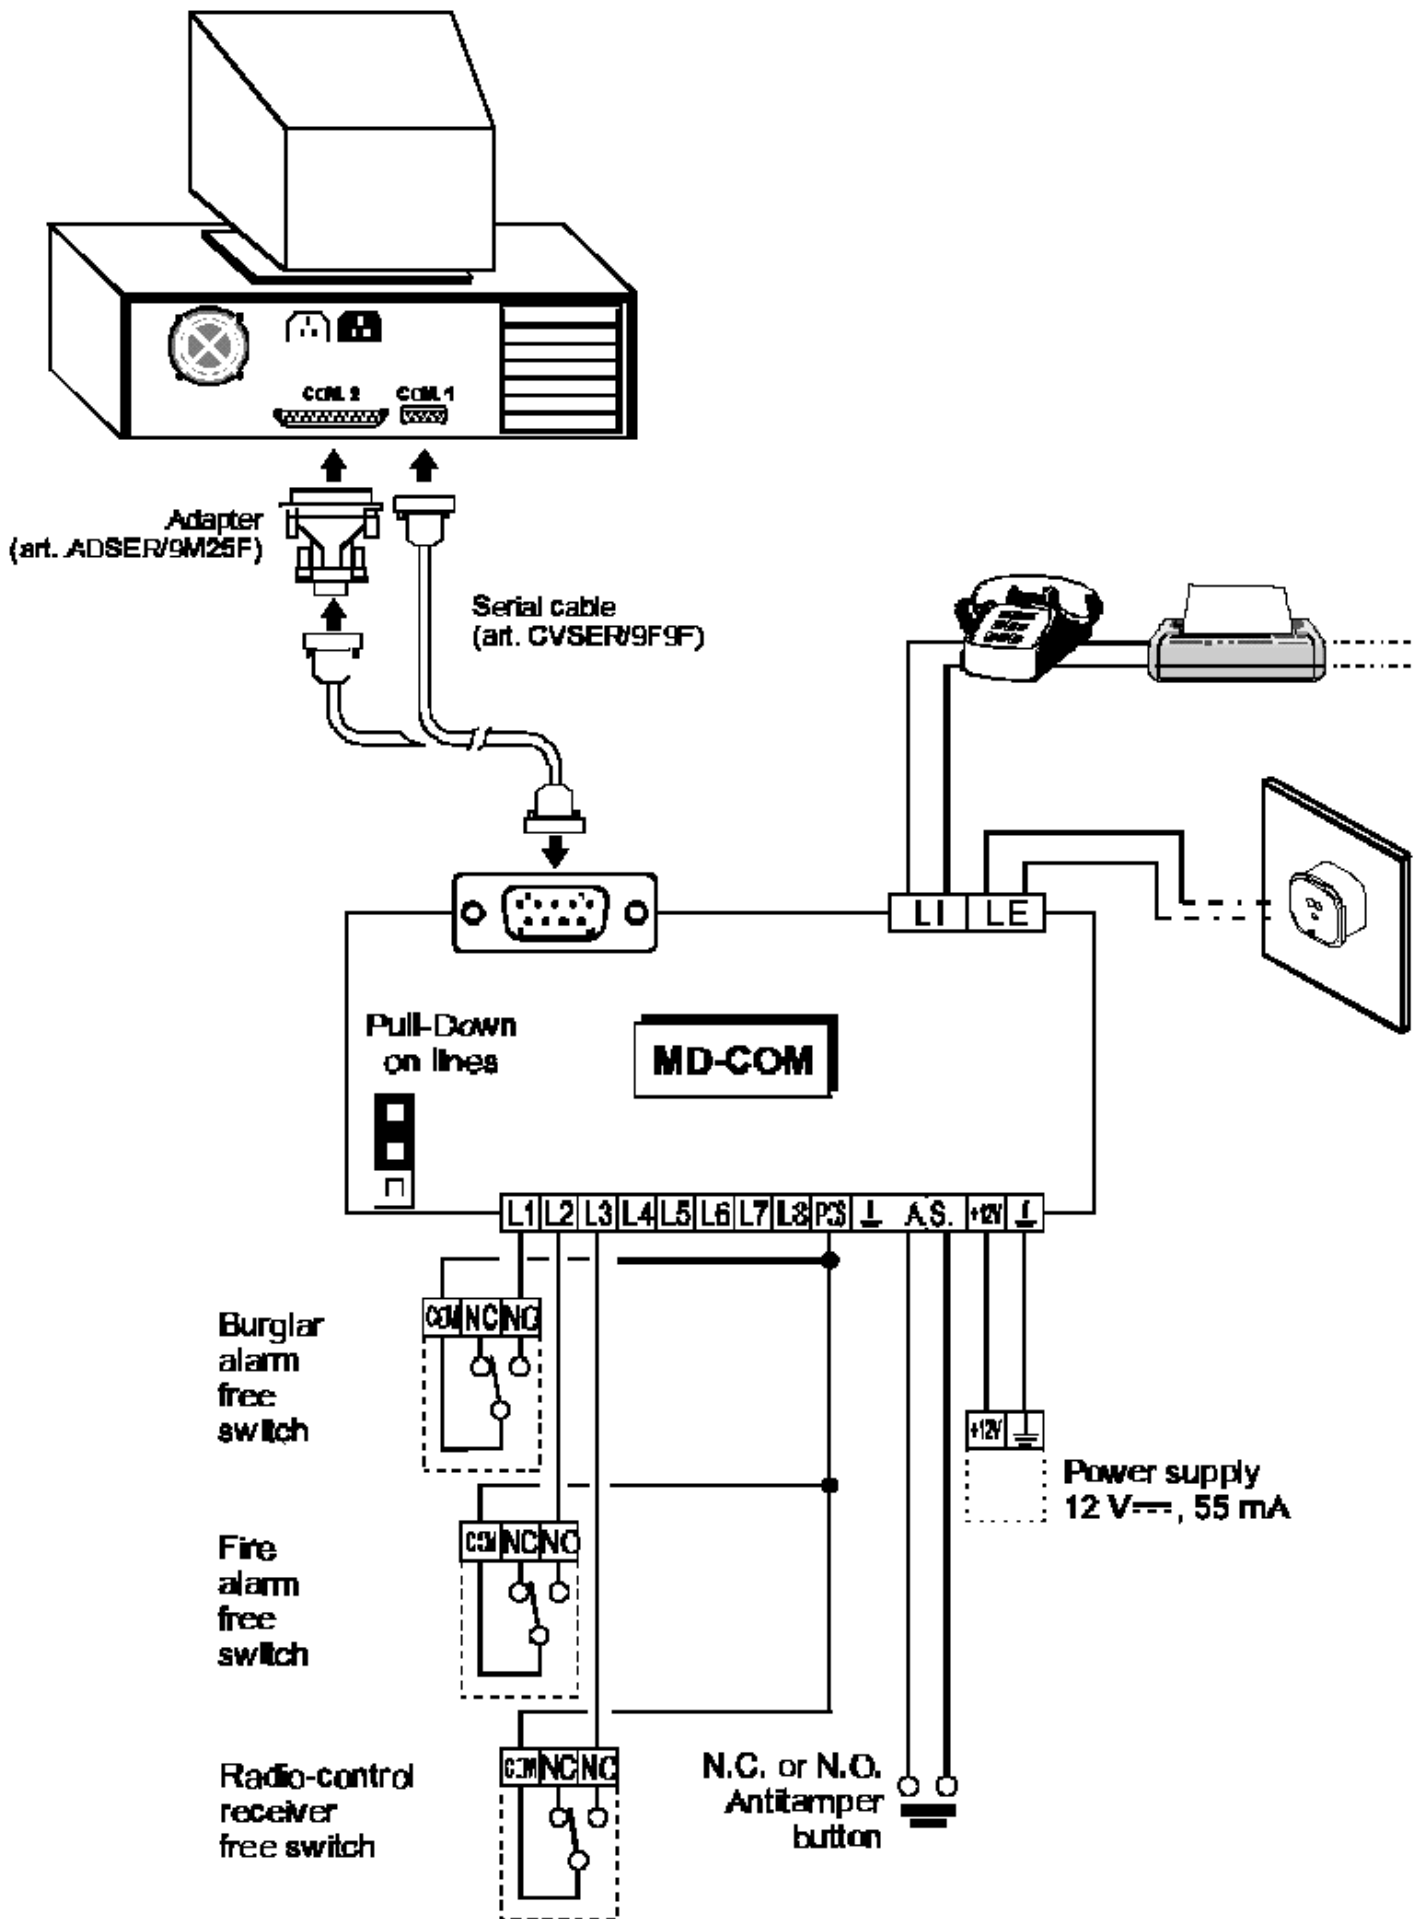

Рис.5
A.S. Используйте эти клеммы для активации сигнальных линий, как показано на рис. 5.
Внешние сигнальные линии подключаются к релейным выходам ППК систем охранной, пожарной сигнализации и радио мониторинга, как показано на рис. 5.